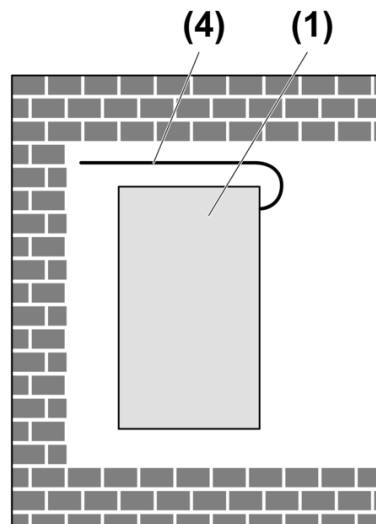

Bild 4
- Antenne (4) möglichst frei gestreckt verlegen (Bild 4).